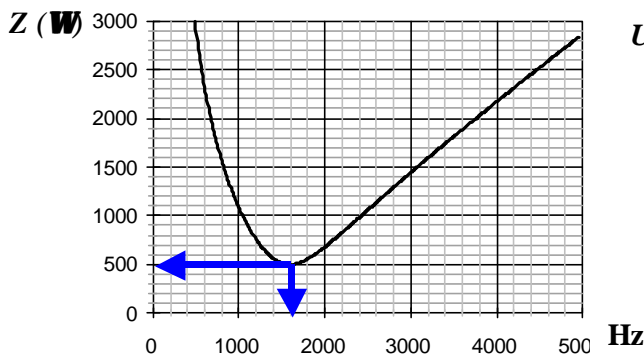
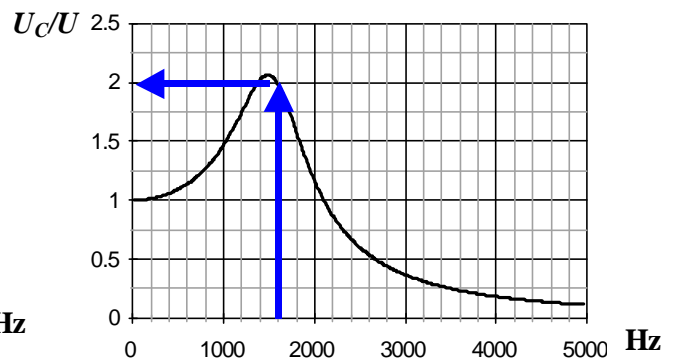

figura 1
figura 2
4.- La figura 1 muestra la relación entre la impedancia y la frecuencia de un circuito RLC serie. La figura 2 muestra la relación entre la tensión medida en bornes del condensador y la tensión a la entrada al circuito y la frecuencia del mismo circuito RLC. Determina: